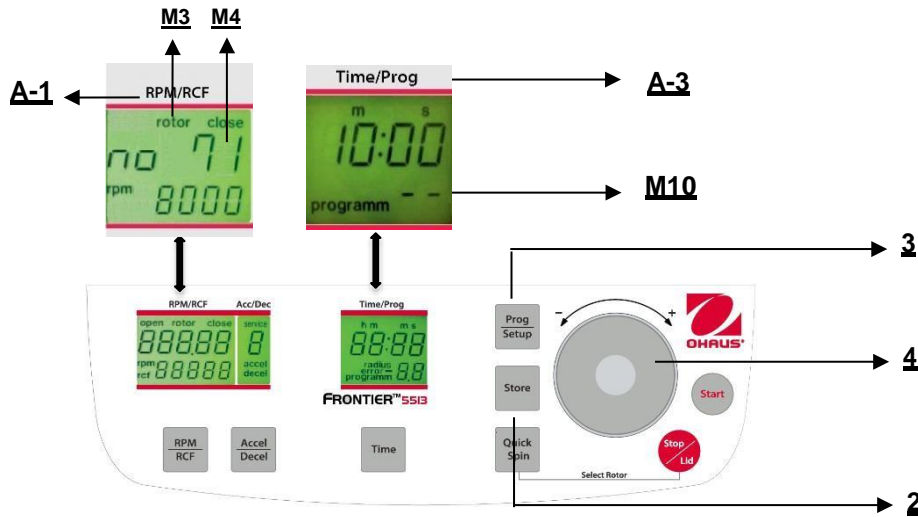

Abbildung. 22
Um gespeicherte Programme aufzurufen, drücken Sie die Taste **"Prog/Setup"** (3) (siehe Abbildung 22), während der Deckel bereits geschlossen ist. Innerhalb der Anzeige **"Time/Prog"** (A-3) erscheint **"programm --"**(M10). Die gewünschte Programmnummer kann vorab mit dem Anpassungs Wählscheibe (4) ausgewählt werden. Auf den entsprechenden Anzeigen erscheinen die gespeicherten Werte für dieses Programm. Wenn sich der falsche Rotor für das vorab ausgewählte Programm innerhalb der Zentrifuge befindet blinkt auf der Anzeige **"RPM/RCF"** (A-1) das Wort **"rotor"** (M3). Gleichzeitig werden das Wort **"FALSE"** und die gespeicherte Rotornummer **"xx"** (M4) abwechselnd blinken.
Um den Programmmodus zu verlassen, drücken Sie lediglich die Taste **"Prog/Setup"** (3) (siehe Abbildung 22). Dann erscheint innerhalb der Anzeige **"Time/Prog"** das Wort **"programm"**.